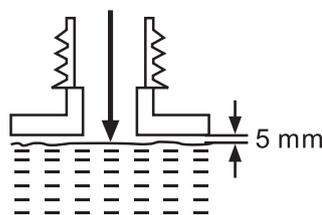

Fig. 10b
- Utiliser un entonnoir propre avec un filtre pour empêcher les débris de pénétrer dans le réservoir et pour éviter toute salissure ou tout débordement. Ne pas trop remplir : laisser environ 5 mm d'espace avec le bord inférieur pour permettre au lubrifiant de se dilater (voir Fig. 10b).